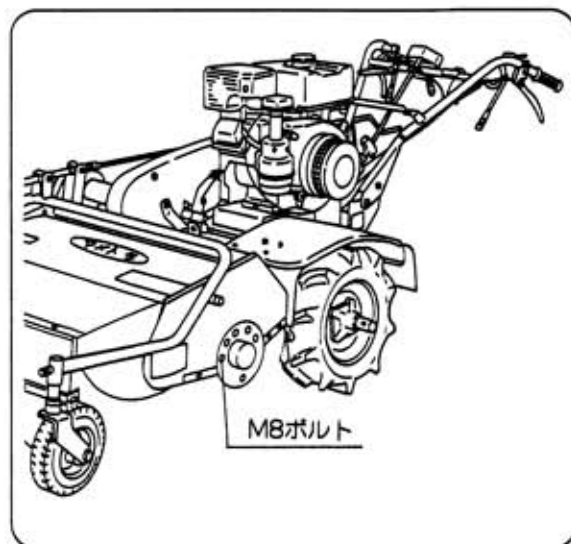

図50
- ④ 左右のM8ボルト5本をゆるめてドラムを取り外してください。
- ドラムを取り外すときは重量がありますので注意してケガのないようにしてください。(図50)